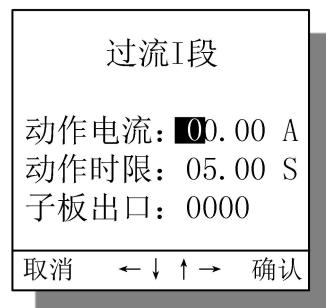

图 19 具体保护定值整定界面
- 2) 具体保护定值整定。在完成上一步后，用户可操作方向键[▲]、[▼]来移动光标到具体保护条目上，接着按[←]键进入具体保护定值整定界面。在定值整定界面，用户操作方向键[▲]、[▼]、[◀]、[▶]来移动光标到要调整的数值上，用[+]、[-]键来调整数值大小。本类型装置支持一次修改多个保护的定值。在具体保护定值整定界面调整完数值后，按[C]键返回具体保护定值选择界面，再重复2) 步骤即可进行下一个保护的定值整定。具体保护定值整定界面图见图19，图仅作参考，不同型号装置可能稍有差别。